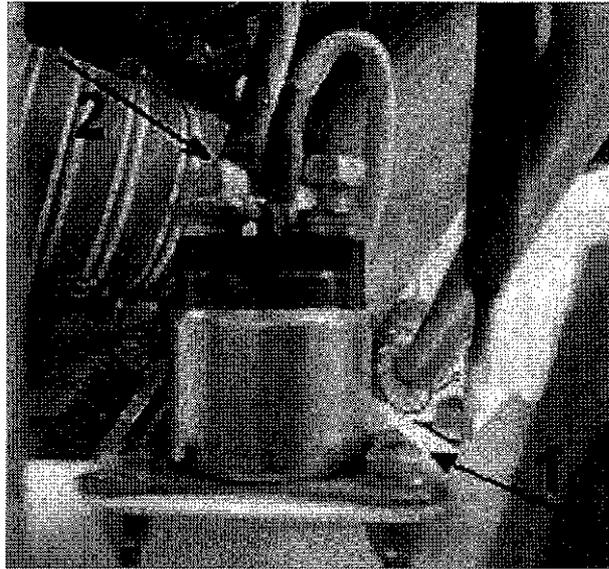

Fig 3
5c. Relay del motorino d'avviamento: scollegare il cavo di massa fissato alla base del relay (part. 1 in fig. 3).
5c. *Starter relay: disconnect the earth cable fastened to the base of the relay (item 1 in fig. 3).*
13g. staccare i cavi sia positivo che negativo sul relay del motorino di avviamento (part. 2 fig. 3)
13g. disconnect the starter relay positive and negative leads (item 2 in fig. 3).